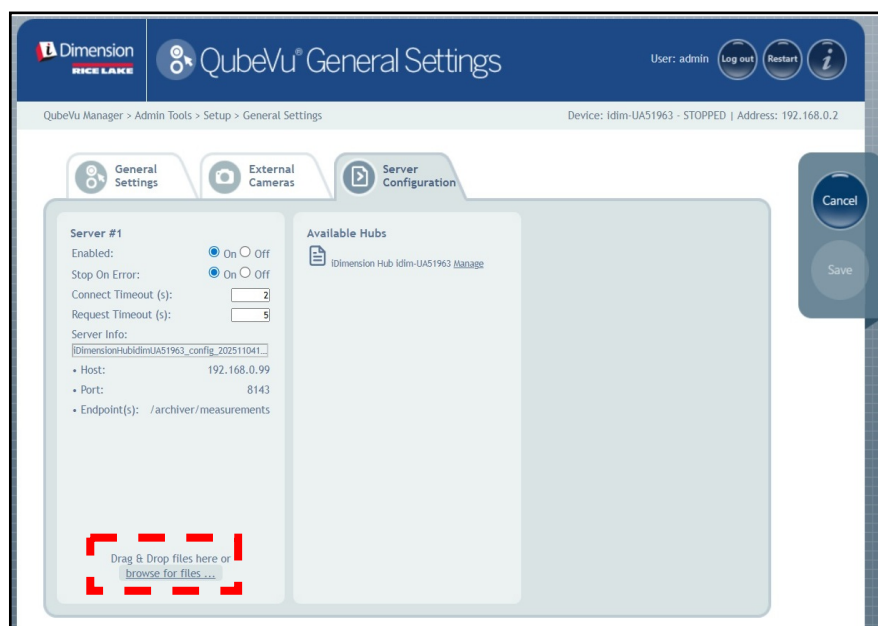

Figura 5-10. Pestaña Configuración del servidor
- Seleccione **browse for files...** (buscar archivos...) para elegir el archivo de configuración del servidor (consulte la Figura 5-10 en la página 30).